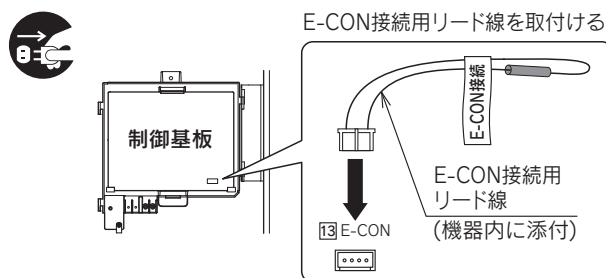

図1
3. E-CON 接続用リード線(機器内に添付)のコネクタを制御基板の「13 E-CON」ソケットに取付けます。(図1)